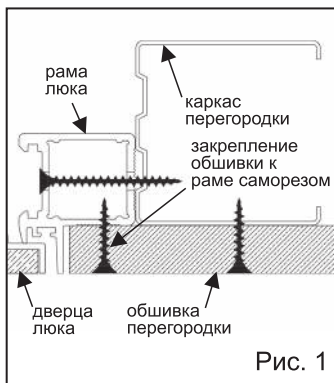

Рис. 1
**При установке в перегородку каркасно-листовой конструкции** (гипсокартон, гипсоволоконная панель и т.д.), закрепите раму люка в каркас перегородки. Дополнительно прикрепите саморезами листы обшивки перегородки к раме люка (Рис. 1).